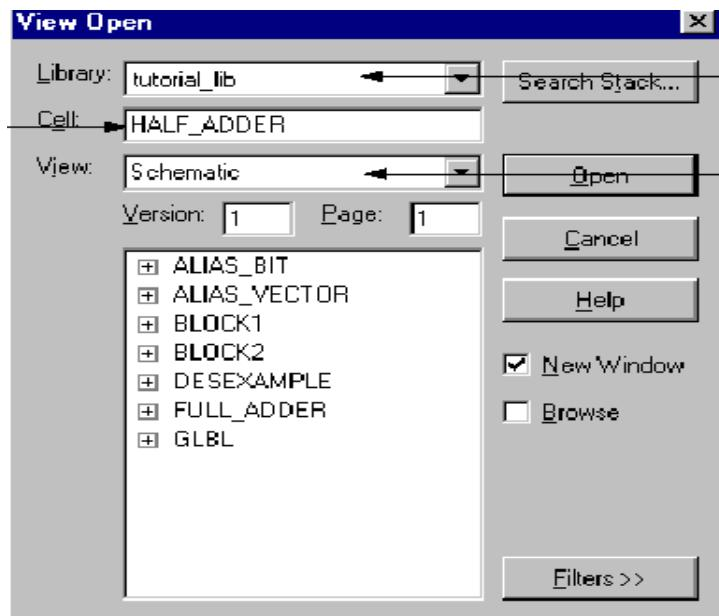

图 3.28
1. 选择 File->Open, 出现如图 3.28 的对话框。